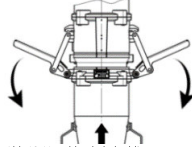

Abb. 10: Verschlusshebel schliessen
- Beide Verschlusshebel gleichzeitig zum Körper hin ziehen, um die Verschlusshebel zu schliessen (Abb. 10/Pfeile).